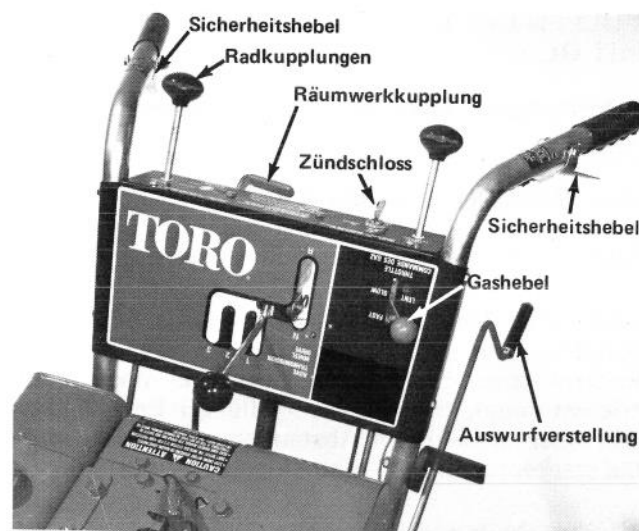

Abb. 19
Räumwerk-Kupplungshebel (Abb. 19) — Dieser Hebel hat zwei Stellungen, nämlich EIN und AUS. Zum Einschalten von Räumwerk und Gebläse zieht man den Hebel langsam nach oben, bis er einrastet. Zum Ausschalten von Räumwerk und Gebläse drückt man den Hebel nach unten.
Sicherheitshebel (Abb. 19) — Bei eingekuppeltem Räumwerk muss ein Sicherheitshebel gegen den Führungsgriff gedrückt werden. Der Motor bleibt stehen, wenn man beide Hebel bei eingeschaltetem Räumwerk loslässt. Diese Sicherheitseinrichtung erinnert den Bedienenden daran, dass er das Räumwerk ausschalten muss, ehe er seinen Platz hinter den Führungsgriffen verlässt.
Radkupplungen (Abb. 19) — Die Räder haben Freilauf, wenn man beide Radkupplungshebel herauszieht. Drückt man beide Hebel hinein, so werden beide Räder angetrieben. Drückt man nur einen Hebel hinein, so wird nur das jeweilige Rad angetrieben, während das andere Freilauf hat.
Gangschalthebel (Abb. 19) — Dieser Hebel hat fünf Stellungen, nämlich N (Leerlauf), R (rückwärts), 1, 2 und 3. Zum Schalten der Gänge bringt man den Hebel in die gewünschte Stellung. Zum Rückwärtsfahren muss man den Hebel in der Stellung R halten. Lässt man ihn los, so kehrt er selbsttätig in Leerlaufstellung zurück. Die Stellungen 1, 2 und 3 werden je nach den Schneeverhältnissen verwendet. Beim Schalten muss der Sicherheitshebel gedrückt sein.
Gashebel (Abb. 19) — Der Gashebel hat zwei Stellungen, nämlich SCHNELL und LANGSAM. Schiebt man den Hebel nach vorn, so erhöht sich die Motordrehzahl. Nicht mehr Gas geben, als erforderlich ist, um den Schnee auf die gewünschte Stelle zu schleudern.
Auswurfverstellung (Abb. 19) — Dreht man die Kurbel nach rechts, so schwenkt der Auswurftrichter nach links, dreht man sie nach links, so schwenkt er nach rechts.
1. Den Räumwerk-Kupplungshebel auf AUS stellen (Abb. 19).
2. Den Gangschalthebel auf N (Leerlauf) und den Gashebel auf SCHNELL stellen (Abb. 19).
5. Den Zündschlüssel auf EIN drehen (Abb. 19).
2. Im Normalfall den Gangschalthebel auf N (Leerlauf), den Räumwerk-Kupplungshebel auf AUS, den Gashebel auf LANGSAM stellen und den Zündschlüssel auf AUS drehen (Abb. 19).